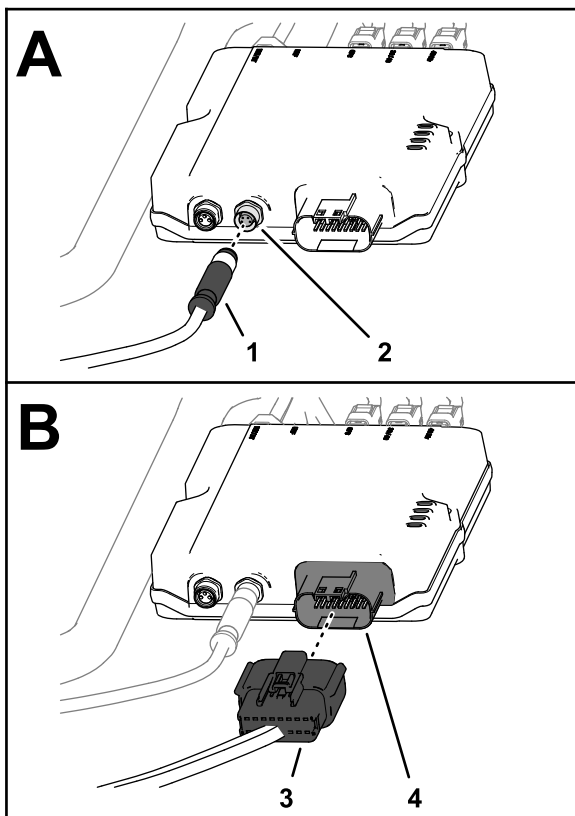

Figura 191
1. Enchufe el conector de 4 pines del arnés de datos del módem marcado ETHERNET CL55 en el conector hembra de 4 vías (sin marcar) del módem CL-55, y apriete la tuerca moleteada del conector de 4 pines (Figura 191).
2. Enchufe el conector hembra de 18 vías del arnés de alimentación del módem marcado CL55 en el conector de 18 pines del módem CL-55 (Figura 191).